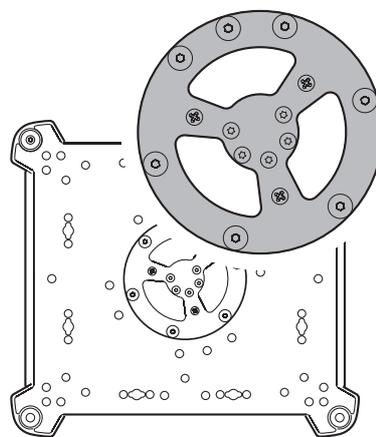

Figure 8: Attache de l'élingue de sécurité
- Voir Figure 8. Installez une élingue de sécurité homologuée pour le poids de l'appareil. Bouclez-la dans le disque d'attache au centre du socle.